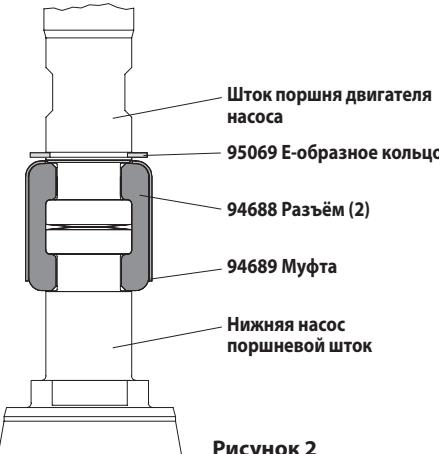

Рисунок 2
- Использование e кольцо плоскогубцы, слайд (95069) Е-образное кольцо вверх достаточно далеко чтобы позволить втулку, чтобы двигаться вверх и отпустить два разъёма (см. рисунок 2). Пневматический двигатель отложите в сторону.